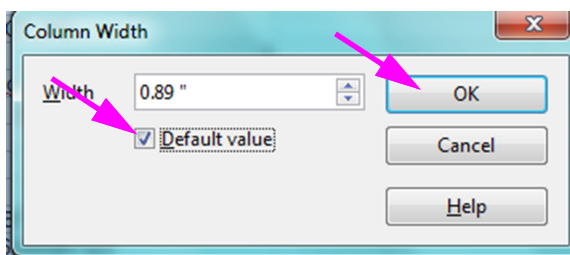

Figura 5-67. Caseta de dialog Lățime coloană
7. Apare caseta de dialog Lățime coloană (Column Width). Consultați Figura 5-67.